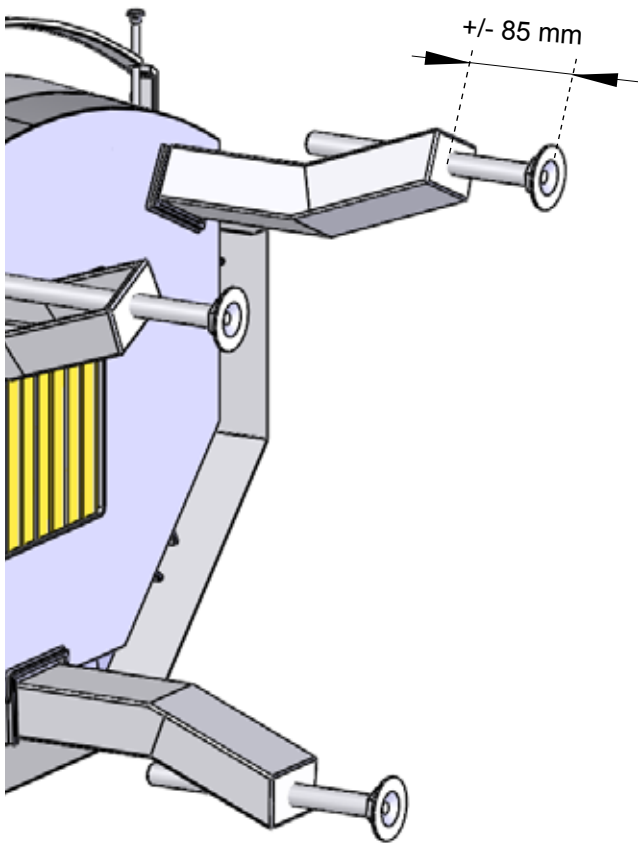

FIG 3 T
RYS. 3: W przypadku pokrycia podłogowego z materiału palnego, powierzchnię podłogi pod wkładem należy przykryć blachą stalową (1) o grubości minimum 0,7 mm. Umieścić wkład (2) zgodnie z rysunkiem i wykonać podłączenie kominowe.